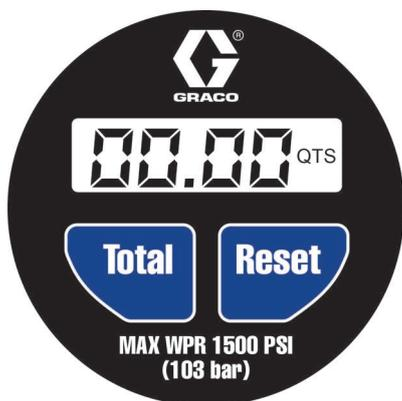
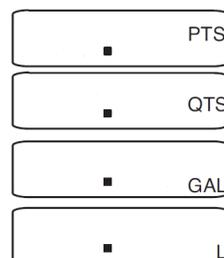

FIG. 4
FIG. 6: Exemple d'unités de mesure (UOM)
L'affichage numérique peut également être activé en appuyant sur la touche **TOTAL** ou en faisant couler du fluide dans le compteur. (FIG. 4)
Appuyer sur la touche **RESET** pour effacer la quantité du dernier cycle de distribution et ramener l'affichage numérique à zéro. (FIG. 4).
Appuyer plusieurs fois sur le bouton **TOTAL** (FIG. 4) pour modifier l'unité de mesure affichée. FIG. 6 montre des exemples de chaque unité de mesure.
2. Lorsque l'UOM souhaitée s'affiche, appuyer sur le bouton **RESET** (FIG. 4) pour enregistrer la sélection.